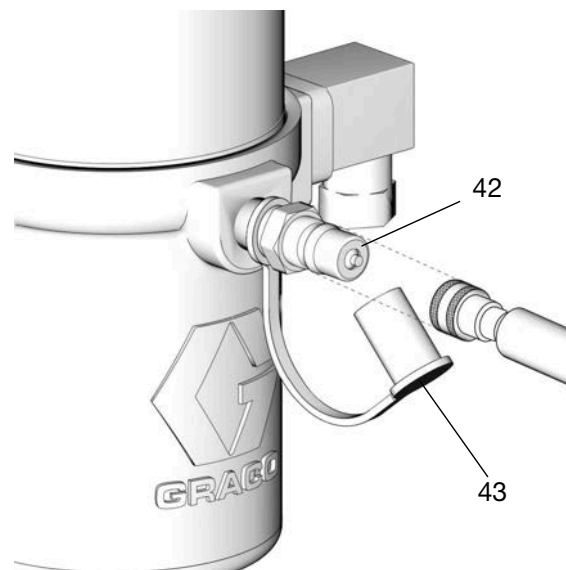

FIG. 4
1. Enlevez le capuchon à graisse (43) (FIG. 4) de l'orifice de remplissage pour accéder au goujon de remplissage (42).
2. Brancher le raccord rapide sur la pompe de remplissage vers l'orifice de remplissage (42).
- Débranchez la pompe de remplissage du goujon de remplissage (42) (FIG. 4, page 8).
- Fixez le capuchon à graisse (43) sur le goujon remplissage (42) (FIG. 4, page 8).